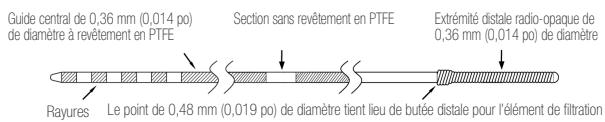
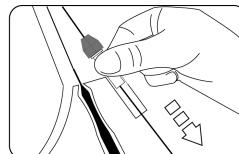
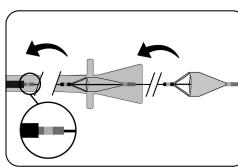

Figure 1
Figure 10
Figure 11
Le guide de mise en place du filtre BareWire (figure 1) est un guide de 0,36 mm (0,014 po) en acier inoxydable à revêtement PTFE, dont une section de 3 cm de l'extrémité distale radio-opaque est en platine/nickel. L'extrémité proximale des guides de mise en place du filtre de la gamme BareWire est recouverte de rayures afin de faciliter leur identification.
- Détacher le dispositif de rotation (figure 10). S'assurer que le dispositif de rotation est bien serré sur la section sans revêtement du guide de mise en place du filtre BareWire (*cf.* figure 1). Le dispositif de rotation peut être resserré le cas échéant. Tirer avec précaution et avec contrôle sur le dispositif de rotation afin de rétracter le guide de mise en place du filtre BareWire, et observer la rétraction de l'élément de filtration par l'entonnoir de chargement dans la capsule du cathéter de mise en place. Le dispositif est entièrement chargé lorsque le marqueur distal de l'élément de filtration se trouve au niveau où il est à l'intérieur de la capsule du cathéter de mise en place et que l'on peut ressentir une butée ferme (*cf.* figure 11).
- Inspecter la capsule du cathéter de mise en place avant de le retirer du plateau, afin de s'assurer que l'élément de filtration est entièrement chargé (cf. figure 11).